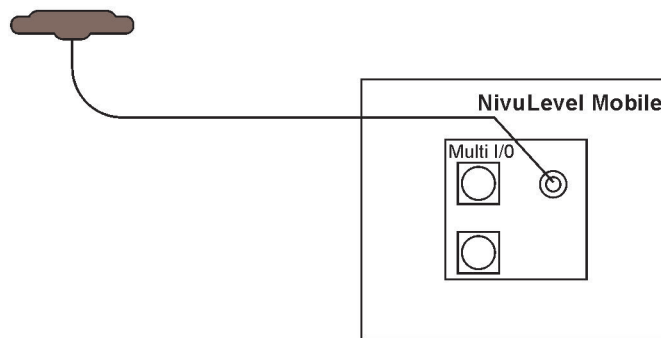

Abb. 26-1 Anschluss der GPRS Antenne
1. Antennenkabel in die Buchse am Gerät einstecken (Abb. 26-1) und Verschraubung handfest anziehen.